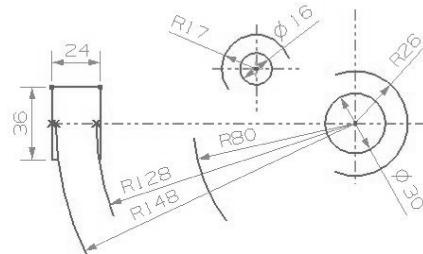

图 2-107 绘制已知线段
- (2) 绘制已知线段，如标注尺寸的线段，如图 2-107 所示。